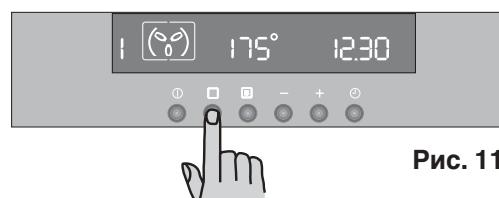

Рис. 11
- Поместите продукты в духовой шкаф, включите его, выберите режим приготовления и отрегулируйте температуру, если это требуется (Рис. 11).